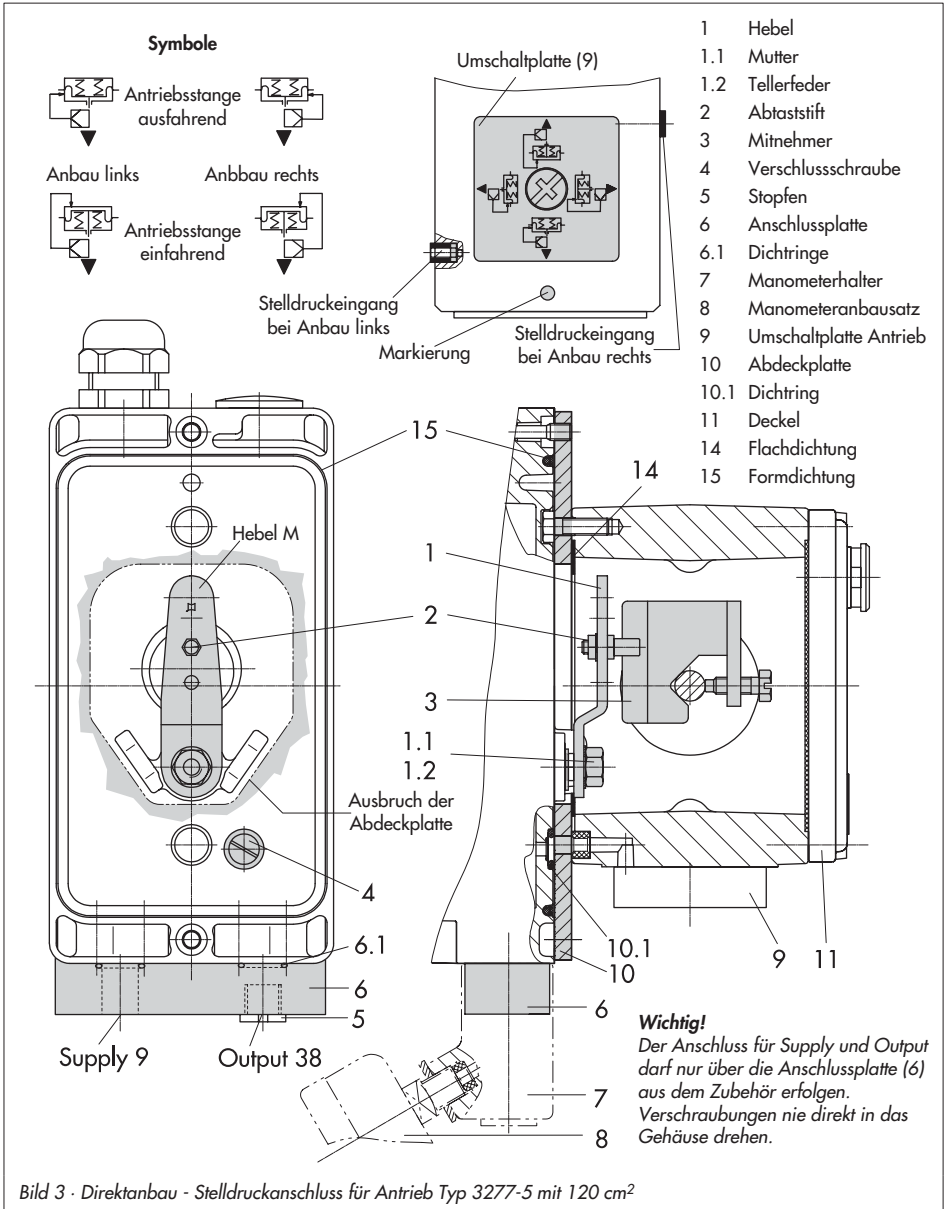

Bild 3 · Direktanbau - Stelldruckanschluss für Antrieb Typ 3277-5 mit 120 cm2
| Tabelle 1  |  | Direktanbau Typ 3277-5 siehe Bild 3 | Bestell-Nr.          |                      |
1. Anschlussplatte (6) oder Manometerhalter (7) mit Manometern am Stellungsregler montieren, auf richtigen Sitz der beiden Dichtringe (6.1) achten.
2. Verschlusschraube (4) auf der Stellungsreglerrückseite entfernen und den Stelldruckausgang "Output 38" an der Anschlussplatte (6) bzw. am Manometerhalter (7) mit dem Stopfen (5) aus dem Zubehör verschließen.
3. Mitnehmer (3) an die Antriebsstange setzen, ausrichten und so festschrauben, dass die Befestigungsschraube in der Nut der Antriebsstange sitzt.
4. Abdeckplatte (10) mit schmaler Seite des Ausbruches (Bild 3 links) in Richtung zum Stelldruckanschluss befestigen, die aufgeklebte Flachdichtung (14) muss zum Antriebsjoch zeigen.
5. **Hub 15 mm:** Am Hebel **M** (1) auf der Stellungsreglerrückseite verbleibt der Abtaststift (2) auf Stiftposition **35** (Lieferzustand).
**Hub 7,5 mm:** Den Abtaststift (2) aus Stiftposition **35** lösen und in die Bohrung für Stiftposition **25** umsetzen und verschrauben.
6. Formdichtung (15) in die Nut des Stellungsreglergehäuses einlegen.